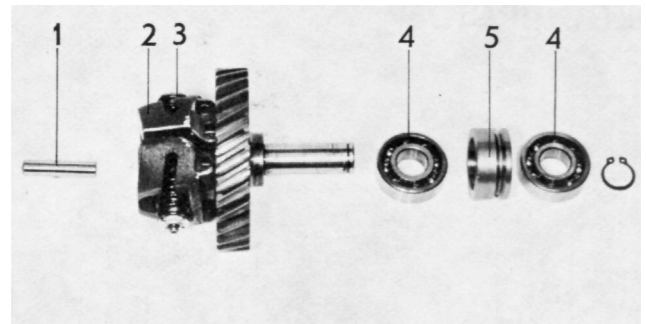

Figure 49. Régulateur centrifuge
1. Contrôlez les masselottes (2, figure 49) pour voir s'il y a du jeu ou du grippage entre l'axe et la masselotte.
2. S'assurer que la goupille (1) coulisse avec facilité dans l'arbre.